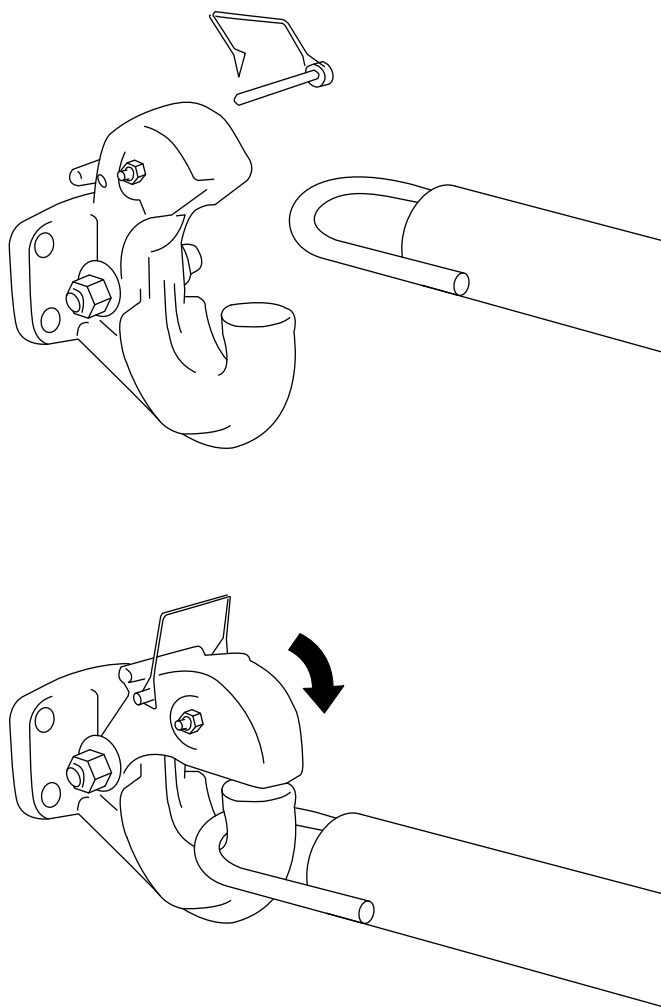

Figura 17
1. Retire el pasador del gancho de arrastre y abra el gancho (Figura 17).
2. Coloque la argolla de la barra de tracción sobre el gancho de arrastre (Figura 17).
3. Cierre el segmento superior del gancho de arrastre y sujételo con el pasador (Figura 17).